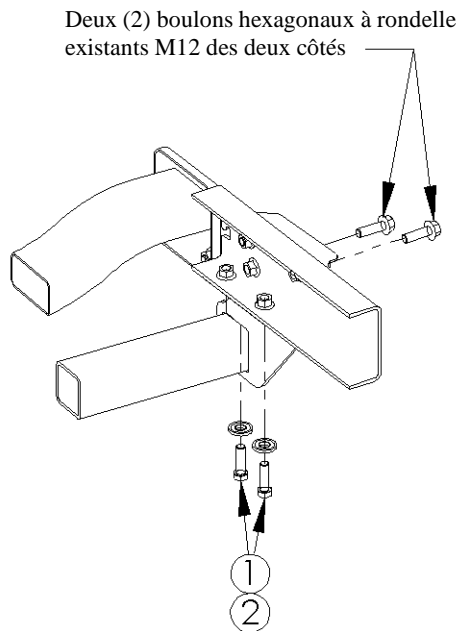

Figure 3
①	Qté. (4)	Rondelle conique de ½ po	③	Qté. (4)	Espaceur
②	Qté. (4)	Écrous hexagonaux M12 x 40 x 1.25
3. Élever la barre de remorquage en position de sorte que les attaches de côté sur la barre de remorquage soient prises en sandwich entre les attaches du pare-choc et les rails du cadre. Installer les boulons et les rondelles M12 x 1.25 x 40 et serrer à la main. Se reporter à la Figure 3.
4. Réinstaller sans serrer les quatre (4) boulons hexagonaux à rondelle qui avaient été enlevés lors de l'étape 2. Se reporter à la Figure 3.